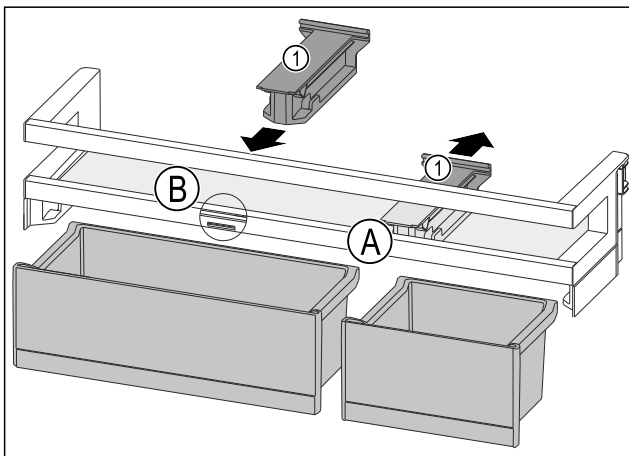

Fig. 147
- Retirer la pièce de retenue Fig. 147 (1) en position Fig. 147 (A) vers l'arrière.
- Mettre la pièce de retenue Fig. 147 (1) en position Fig. 147 (B).